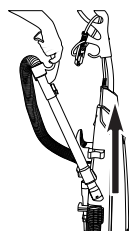

Fig. 1
1. Para utilizar las herramientas de limpieza, levante el mango de la manguera en línea recta desde la aspiradora (Fig. 1).